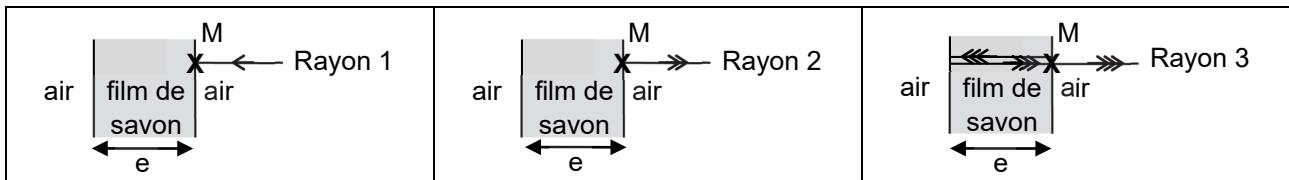

Figure 4. Représentation du trajet des rayons 1, 2 et 3 tels que définis en introduction
- 1.3.** Sur la figure 4, on représente le film de savon dans le cas où la lumière arrive perpendiculairement à sa surface. Au voisinage du point M, on considère que les deux faces du film de savon sont parallèles et que l'épaisseur du film  $e$  est égale à 900 nm.